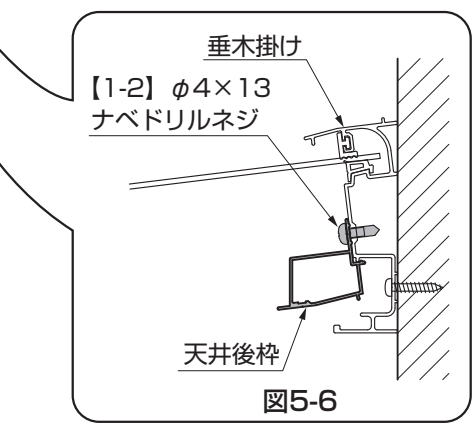

図5-6
- ④ ①で取付けた天井前枠を天井側枠にはめ込み【1-2】で取付けてください。(図5-6参照)
- ⑤ 天井後枠を天井側枠、垂木掛けに【1-2】で取付けてください。